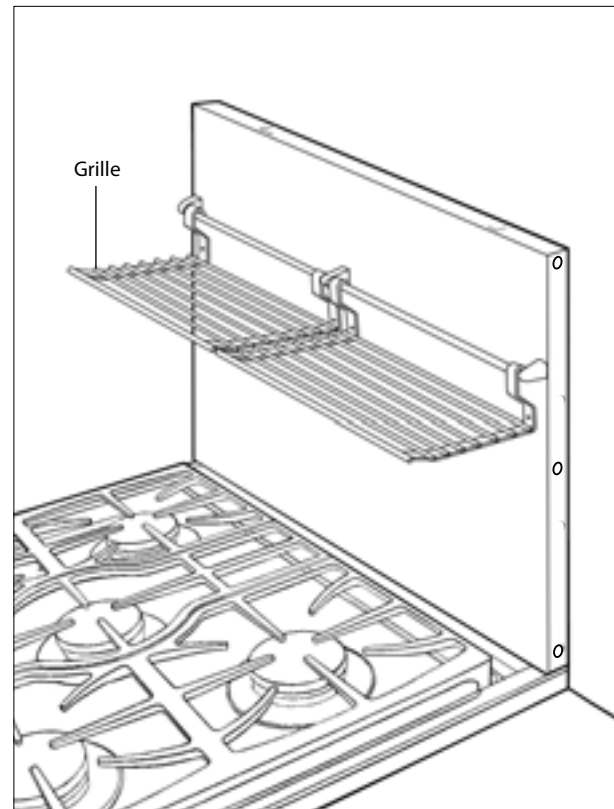

Fig.12
6. Fixez les grilles à la tige (fig. 12). Chaque grille peut supporter un poids maximum de 4,5 kg (10 lb).